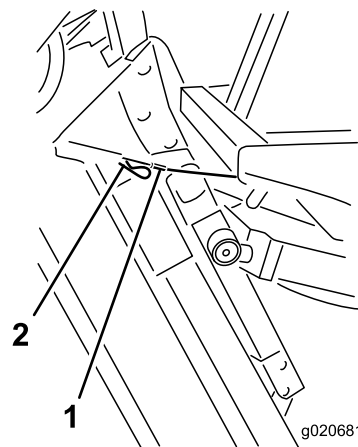

Figura 107
6. Mantenendo il piatto di taglio verticale, fate passare l'estremità del cavo sopra il perno del braccio di sollevamento del piatto di taglio e fissate il cavo con la coppiglia (Figura 107).